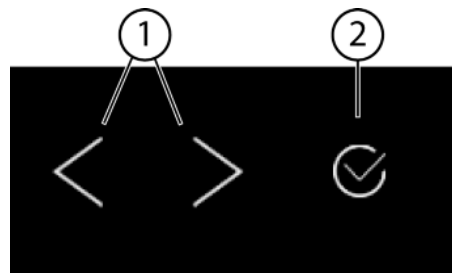
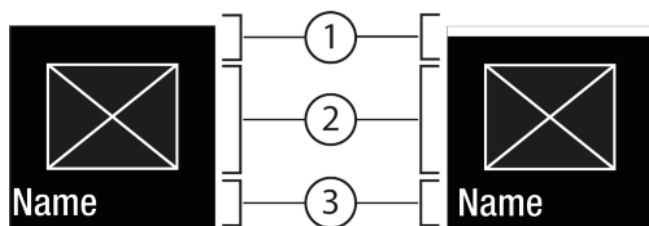
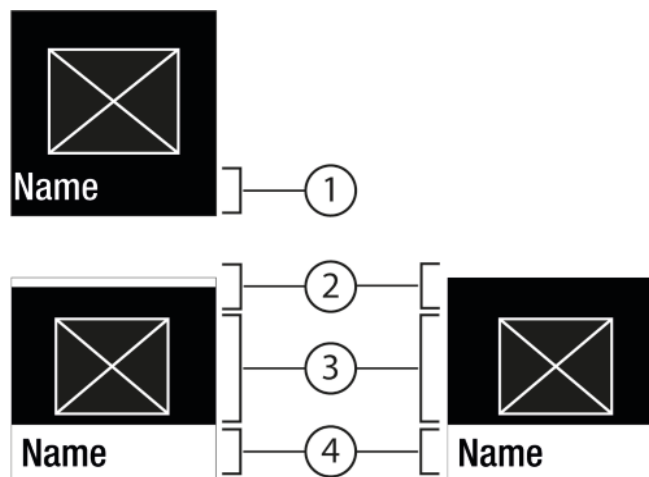

Fig. 5
Fig. 6
Fig. 7
(1) Navigatiepijl links / rechts
(2) Bevestigen
Navigatiepijl links / rechts Fig. 5 (1):
Bevestigen Fig. 5 (2):
- Met de navigatiepijl links / rechts Fig. 5 (1) navigeren.
- Met bevestigen Fig. 5 (2) de functie / instelling activeren Fig. 6 (1) / deactiveren Fig. 6 (1).
- Met bevestigen Fig. 5 (2) het submenu Fig. 7 (4) oproepen.
- Nieuwe waarde instellen: Met bevestigen Fig. 5 (2) een gedeactiveerde waarde Fig. 6 (1) selecteren.
- Terug naar het menu: Met bevestigen Fig. 5 (2) de al geactiveerde waarde Fig. 6 (2) selecteren.
- Druk zo vaak op de navigatiepijlen Fig. 5 (1) tot de wordt weergegeven.
- Bevestigen Fig. 5 (2) indrukken.
- ▶ Druk zo vaak op de navigatiepijlen *Fig. 5 (1)* tot de reinigingspositie wordt weergegeven.
- ▶ Bevestigen *Fig. 5 (2)* indrukken.
- ▶ Met de navigatiepijlen *Fig. 5 (1)* de instelwaarde kiezen.
- ▷ Status: geactiveerd *Fig. 6 (1)* wordt kort op het submenu *Fig. 7 (4)* weergegeven.
- ▶ Navigatiepijlen *Fig. 5 (1)* zo vaak indrukken totdat instellingen  wordt weergegeven.
- ▶ Druk zo vaak op de navigatiepijlen *Fig. 5 (1)* tot de gewenste instelling wordt weergegeven.
- ▶ Bevestigen *Fig. 5 (2)* 3 seconden lang indrukken.